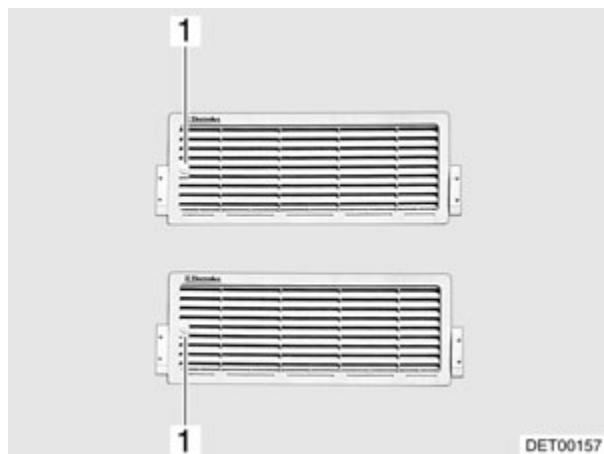

Fig. 115 Grille d'aération du réfrigérateur (variante 1)
- Tourner la vis (Fig. 115,1) d'un quart de tour à l'aide d'une pièce de monnaie.